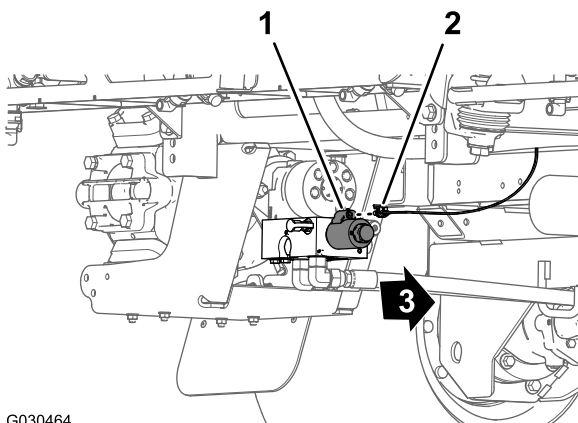

Bild 25
5. Schließen Sie hinten an der Maschine, innen an der Sprühpumpe, den 2-Buchsen-Stecker des hinteren Kabelbaums vom 2-Stift-Stecker des Relais für die Pumpe ab (Bild 25).